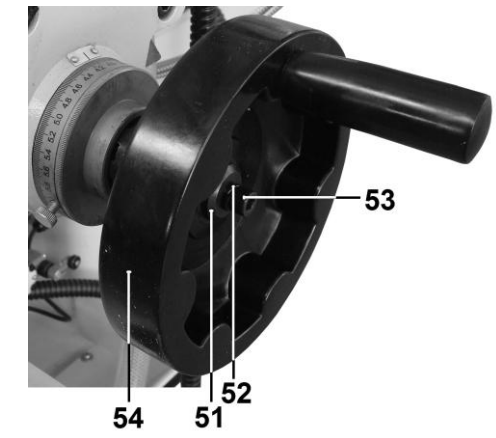

Рис. 8
8.1.2. Установите маховики (Е) (Рис. 2) (54) (Рис. 8) на станок. Выкрутите болт (53), снимите шайбы (51, 52) и не снимая пружину (50) (Рис. 7), установите на ось с пружиной (50) маховик (54). Закрутите с внешней стороны маховика болт (53) с установленными шайбами 51, 52) (Рис. 8).